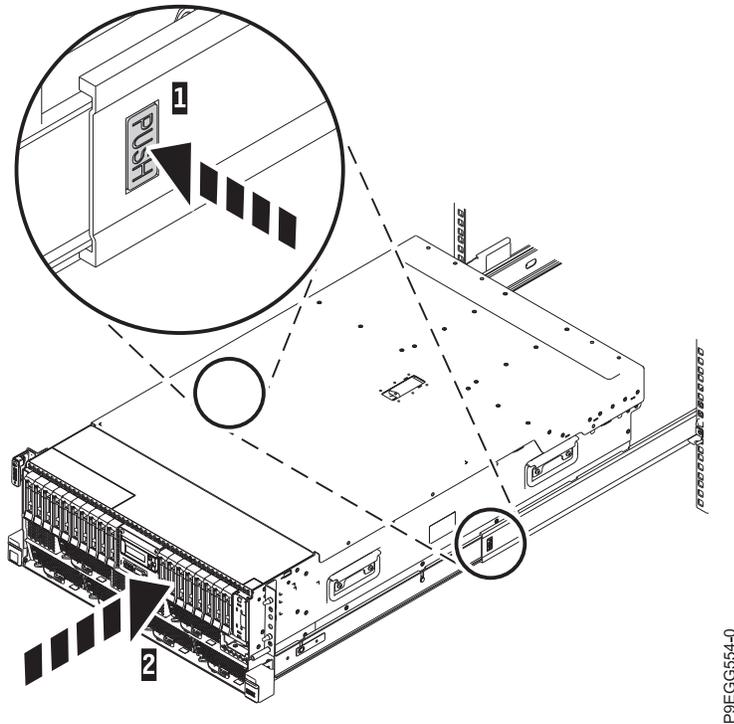

Figura 8. Pestillos de liberación y servidor
3. Levante los pestillos de liberación azules (1) de los rieles deslizantes y empuje el servidor (2) totalmente hacia el interior del bastidor hasta que quede encajado en su sitio. Para obtener detalles, consulte la Figura 8 en la página 9.